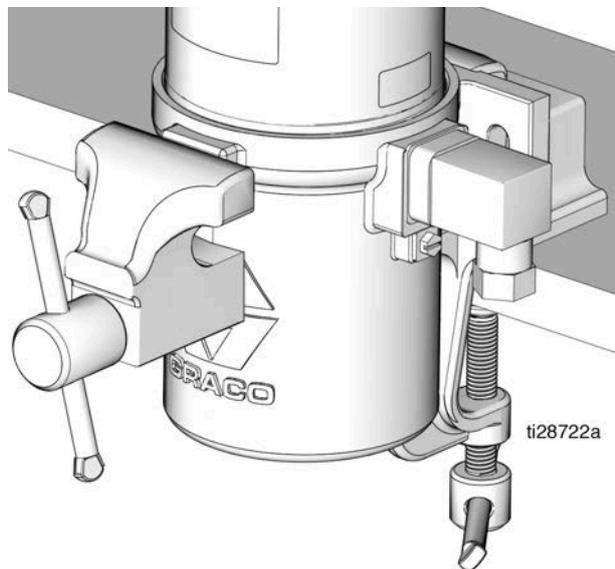

FIG. 13
- Sujete el cilindro del motor neumático (3) en un tornillo de banco como se observa en la FIG. 13. Utilice un tornillo de banco de mordazas de goma o coloque un trapo en las mordazas para proteger la superficie de la base de la bomba.